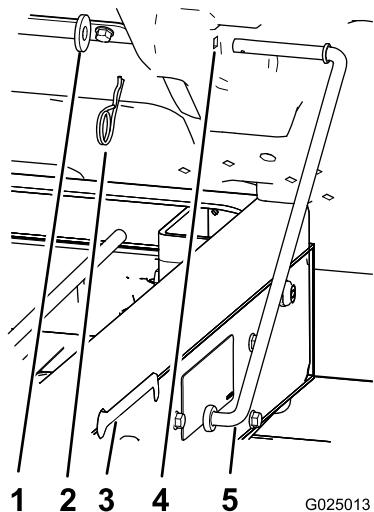

Рисунок 13
1. Снимите шплинт и шайбу крепления опорной стойки к нижней части платформы (Рисунок 13).
2. Сдвиньте опорную стойку вперед, чтобы снять ее с кронштейна на раме (Рисунок 13).